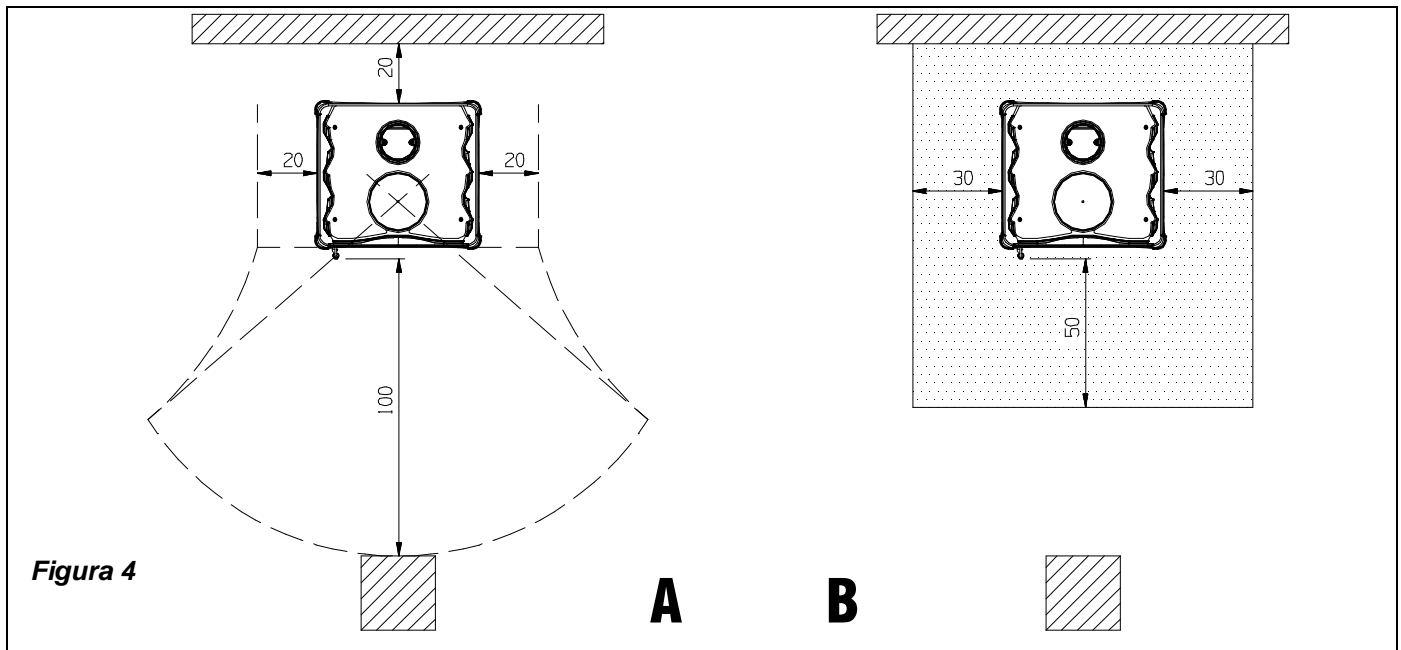

Figura 4
- a) la distanza minima da elementi costruttivi ed oggetti infiammabili e sensibili al calore (mobili, rivestimenti di legno, stoffe ecc.) deve essere di **20 cm** dal retro e da entrambi i lati; al fine di assicurare un sufficiente isolamento termico (vedi Figura 4 A).
- c) qualora la termostufa venga installata su un pavimento di materiale infiammabile, bisogna prevedere un sottofondo ignifugo, per esempio una pedana d'acciaio (dimensioni secondo l'ordinamento regionale). Il sottofondo deve sporgere frontalmente di almeno **50 cm** e lateralmente di almeno **30 cm** oltre all'apertura della porta di carico (vedi Figura 4 B).